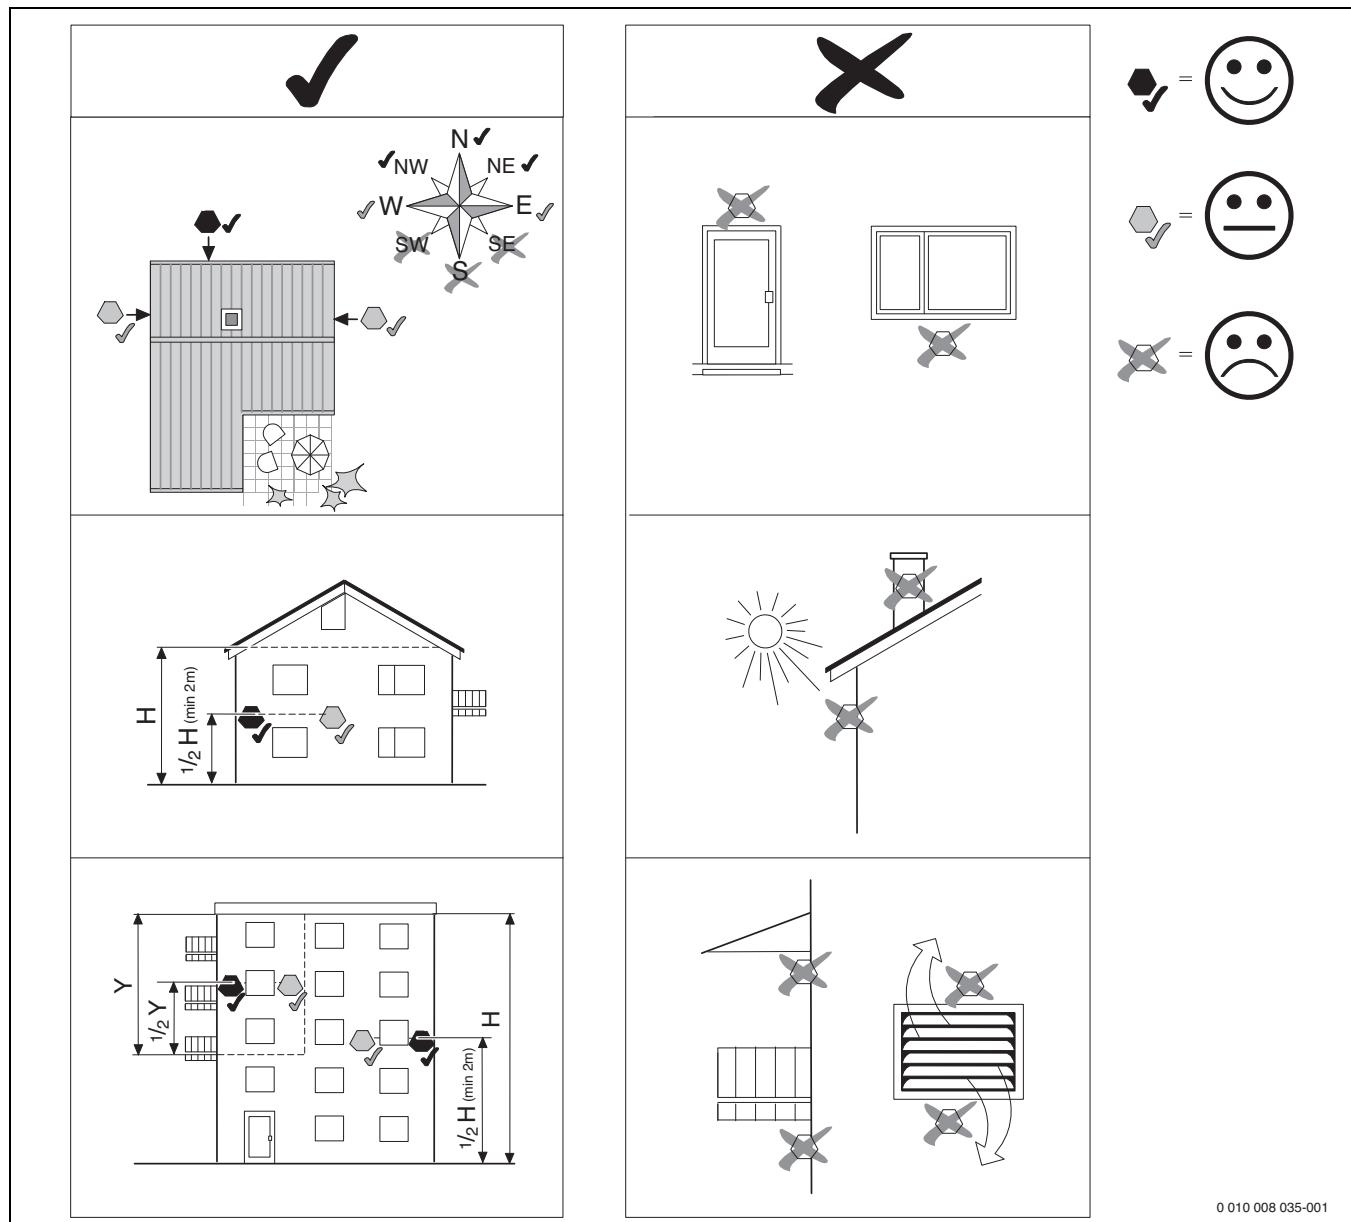

Рис. 5 Установка датчика наружной температуры
- Установите датчик наружной температуры как показано на рис. 5.